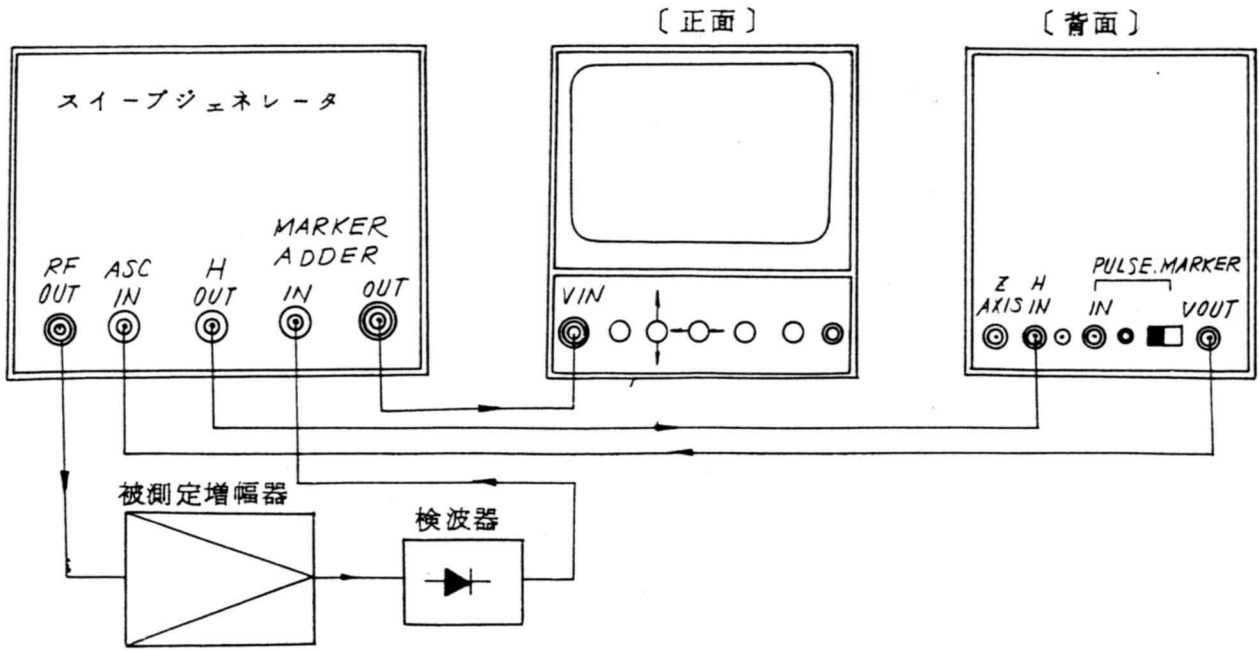
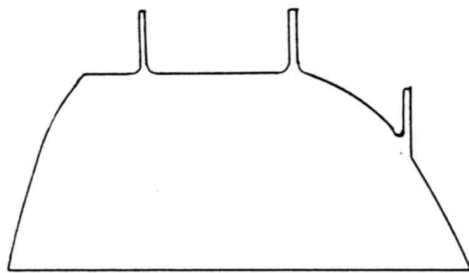

図1 一般的な接続の例
図3 パルスマーカ例
- 3) スweepジェネレータのRF出力を被測定増幅器に加え、増幅器の出力を検波器を通して、本器のV INPUT コネクタに加える。マーカアダーを持ったスweepジェネレータでは図1のように接続してパルスマーカを垂直軸信号に重畳すると、図3のような帯域特性が描かれる。
- 4) ASC (自動サイズ制御)機能を持ったナショナルスweepジェネレータであれば、図1のように本器背面のV OUTPUT コネクタの出力をスweepジェネレータのASC IN のコネクタに接続すると、画像の垂直振幅があらかじめ定めた値になるように、スweep出力が自動制御されるので、V GAIN の調整の手間が省けて、測定の能率を高めることができる。
付図 1 に、本器の回路系統図、巻末に回路図を示した。
付図 1 回路系統図